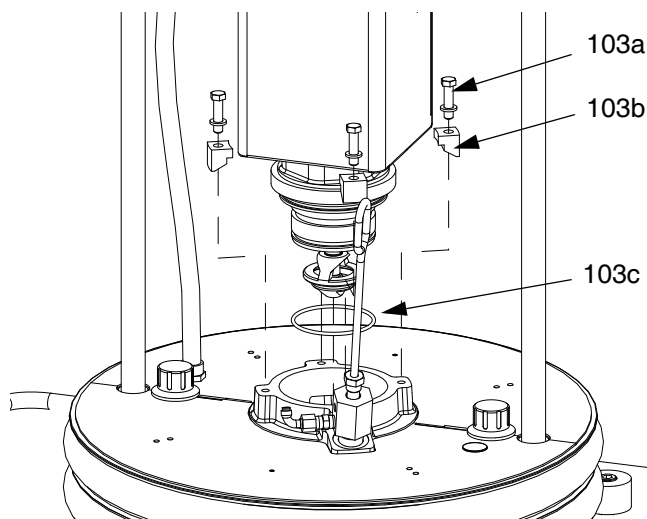

ABB. 41: 55-Gallonen-Befestigungssatz
2. Pumpe mit Schrauben (103a) und Klemmen (103b) an Platte sichern. Siehe ABB. 41.